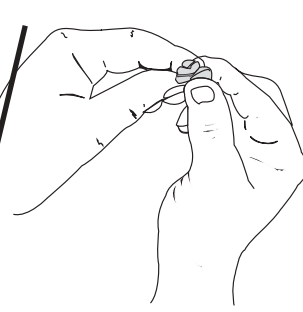

Fig. 40
5. Pressez le filtre pour répartir et drainer l'excédent d'huile (Fig. 40).